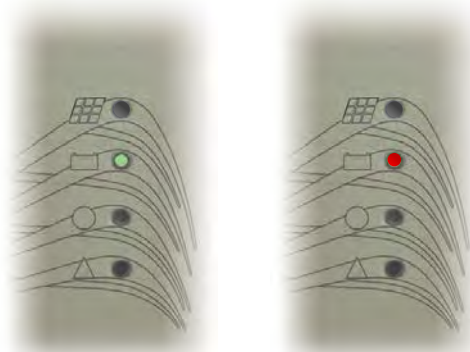

Figure 51 Voyant d'état
À la fin du transfert des fichiers, le voyant d'ETAT vert du FLEXmax 100 clignote rapidement. Il se met à clignoter lentement en rouge, puis plus rapidement. Voir la Figure 51 (sur la page suivante) ou à la page 29.
9. Tout en maintenant enfoncé le bouton **RESET**, observez les voyants du FLEXmax 100. (Voir la Figure 51.) Lorsque le voyant **D'ETAT** vert clignote rapidement, le processus de programmation a commencé. Vous pouvez relâcher le bouton.